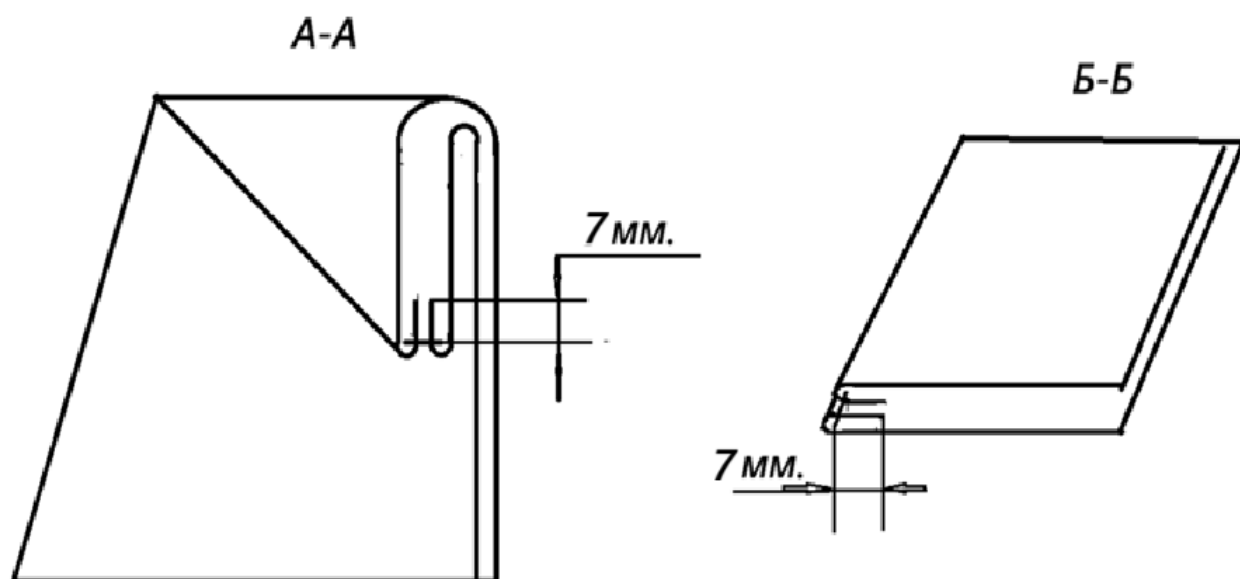

Рисунок 2 – Схема обработки нагрудника
- 2) *При пошиве можете воспользоваться рекомендованной технологической последовательностью изготовления, приведенной ниже (стр. 9), а также схемой обработки (стр. 10, рис. 2), или применить свой метод изготовления, не*